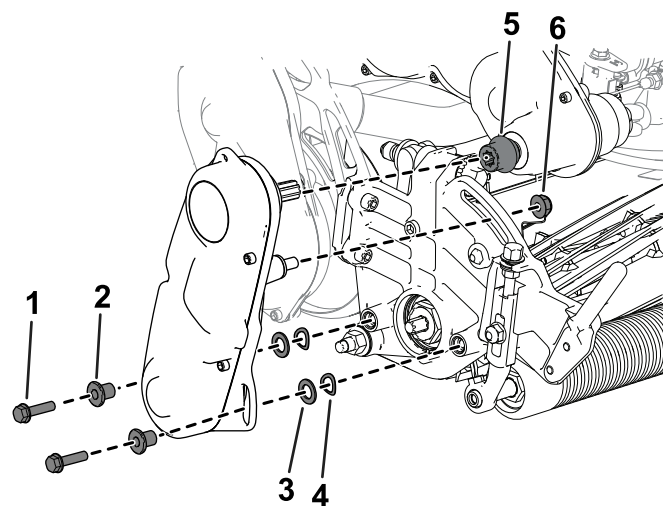

Bild 45
6. Verwenden Sie die zuvor entfernten Zylinderschrauben, Unterlegscheiben und Distanzstücke, um die Spindeltriebsbaugruppe an der Seitenplatte des Mähwerks zu befestigen (Bild 45).
Stellen Sie sicher, dass die Spindeltriebswelle an der Kupplung der Getriebetriebswelle befestigt ist (Bild 45).